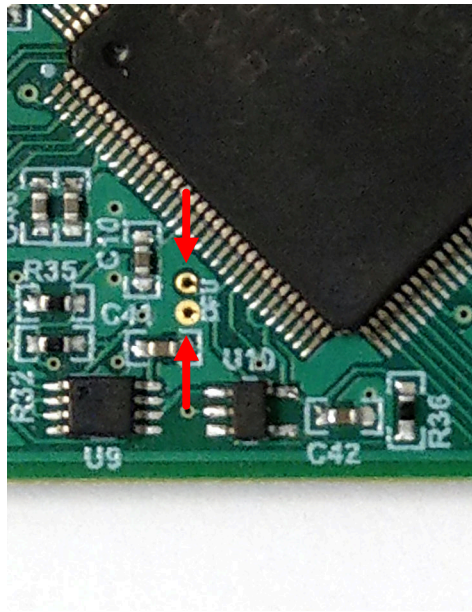

图 5-2. 用于手动进入 DFU 模式的测试点
- 使用镊子 (或导线) 短接标记为 DFU (请参见图 5-2) 的两个测试点，同时按下 RESET (复位) 按钮。如果正确操作，SCB 上的 LED D1 应灭掉，而 LED D5 (电源 LED) 仍亮着。如果 LED D1 仍亮着，GUI 固件仍为运行状态，器件未进入 DFU 模式。